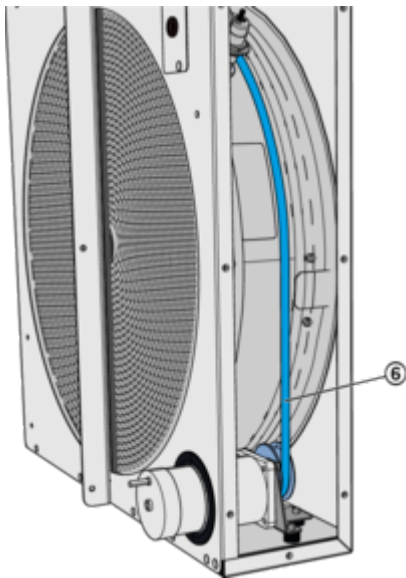

Abb. 47: Rundriemen
7. ▶ Rundriemen (Abb. 47 /6) prüfen (Riemenspannung / Verschleiß)